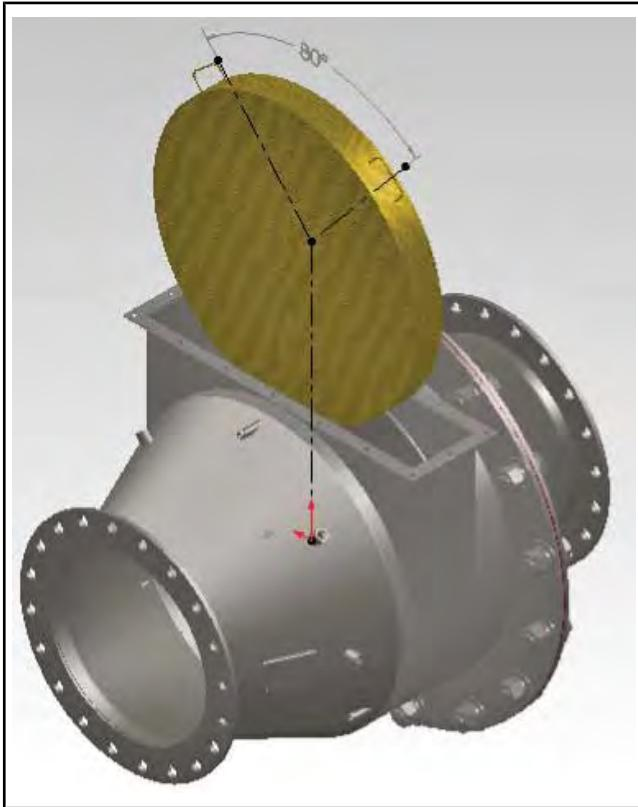

Рисунок 15.10-10: Установка первого элемента
2. Установите первый элемент в корпус рядом с кольцевым зажимом. Разместите ручки на элементах по направлению к корпусу, как показано (см. Рисунок 15.10-10).